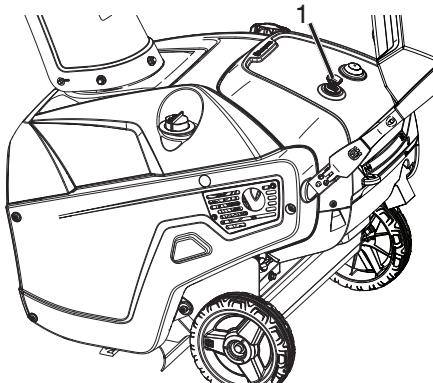

Figure 17
- Pour arrêter le moteur, retirer la clé (Figure 17).